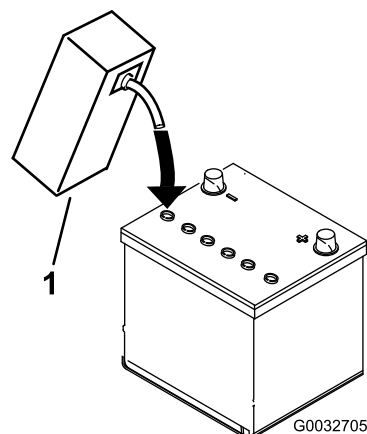

Figura 8
3. Riempite con cautela ciascun elemento di elettrolito finché le piastre non sono coperte con circa 6 mm di fluido (Figura 8).
4. Attendete circa 20 o 30 minuti perché le piastre assorbano l'elettrolito. All'occorrenza rabboccate finché l'elettrolito non è a circa 6 mm dalla base della tazza di riempimento (Figura 8).